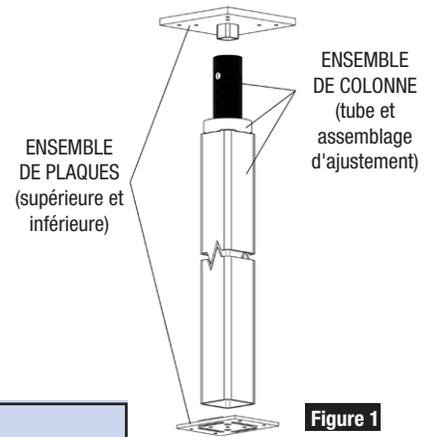

Figure 1
* Les plaques sont présentées à l'envers à des fins d'illustration. Se référer à la figure 1 pour la position des plaques une fois installées.